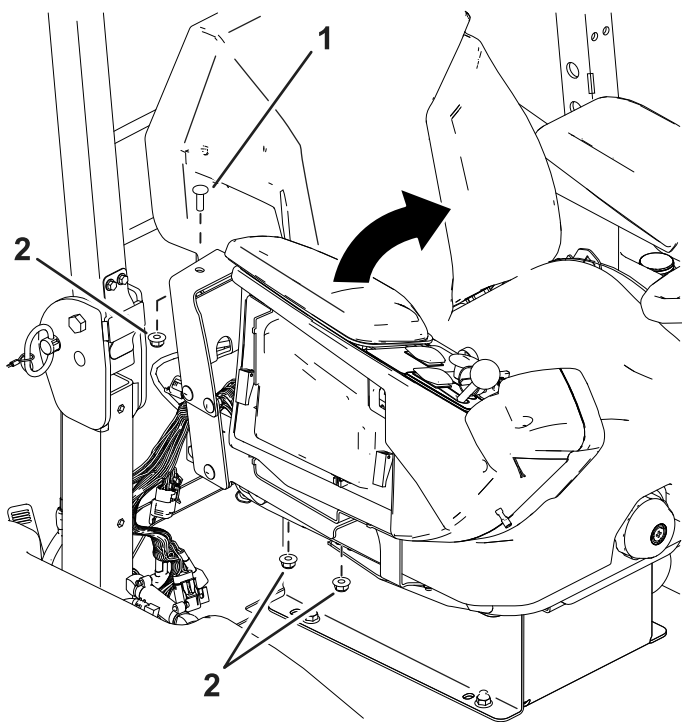

**Figura 6**
- 9. Retire las abrazaderas en R de la barra antivuelco que sujetan los tubos de ventilación (Figura 6).
- 11. Vuelva a instalar las abrazaderas en R en la barra antivuelco sin los tubos de ventilación (Figura 6).